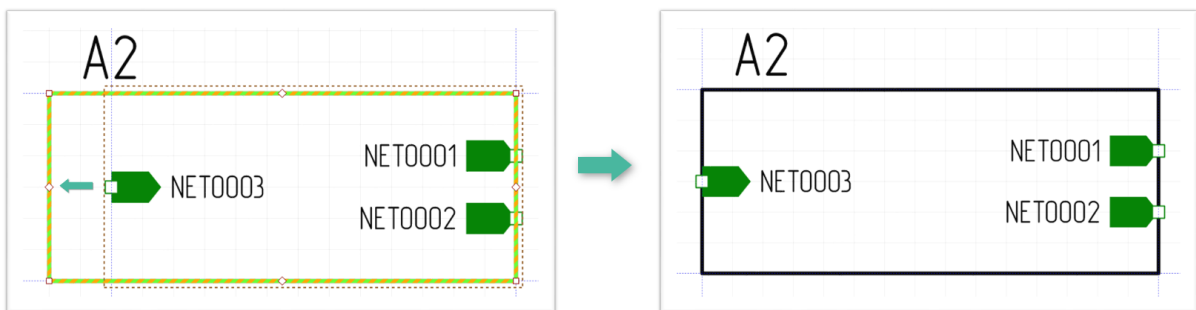

Рис. 266 Корректировка границ УГО блока
**Важно!** После изменения графики границ блока необходимо переместить порты, расположив их на границе блока, см. Рис. 266.